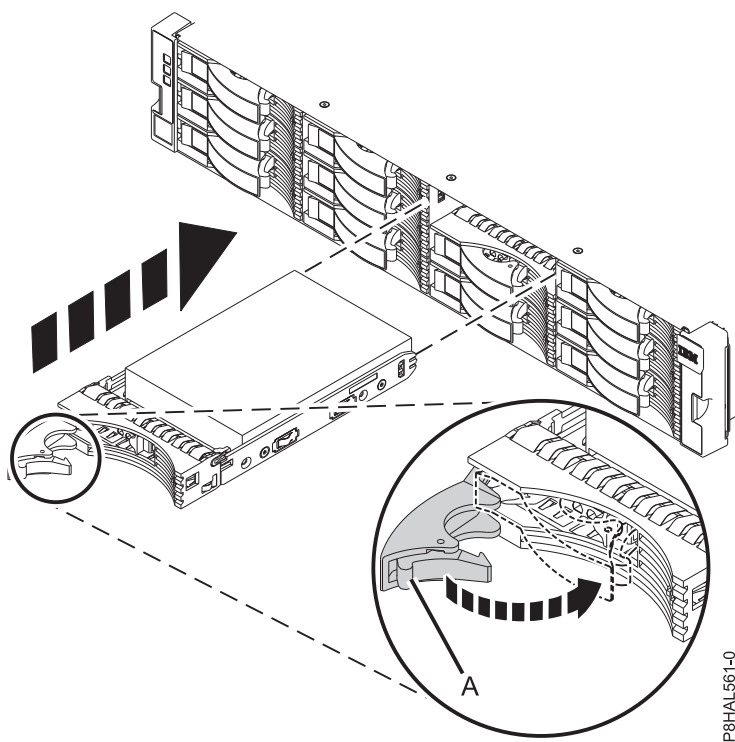
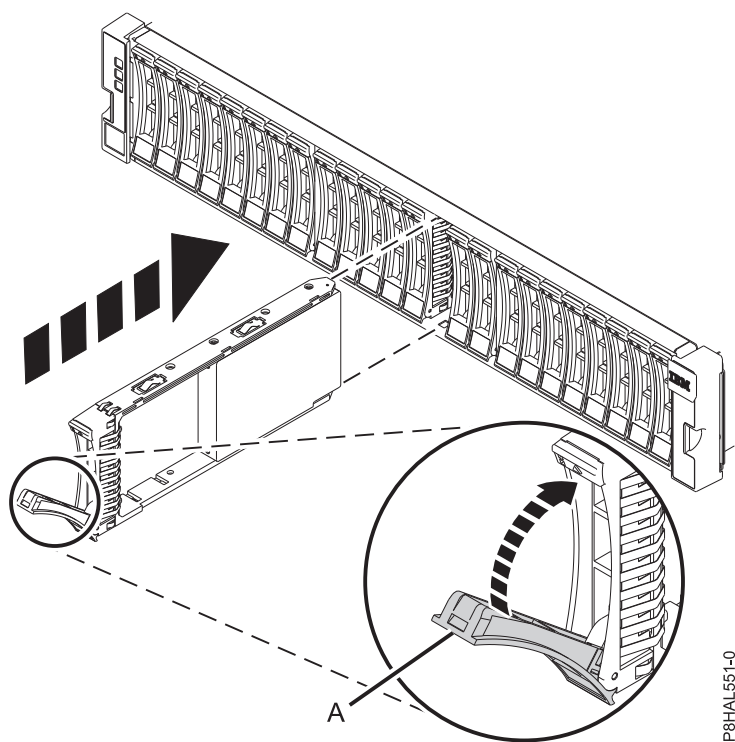

図 10. ESLL ストレージ・エンクロージャーへのディスク・ドライブの取り付け
図 11. 5147-024 または ESLS ストレージ・エンクロージャーへのドライブの取り付け
3. ハンドルがロック解除位置になっている状態で、ドライブの底部を支えながら、ディスク・ドライブをディスク・ドライブ・エンクロージャーのガイド・レールに位置合わせします。 11 ページの図 10または 11 ページの図 11を参照